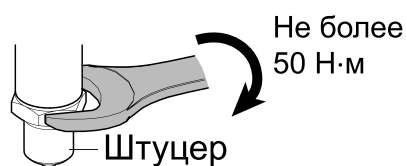

Рисунок 6.4 – Крепление штуцера
2. Закрепить преобразователь в точке установки гаечным ключом за шестигранник штуцера (см. рисунок 6.4). Усилие затягивания не должно превышать 50 Н · м.